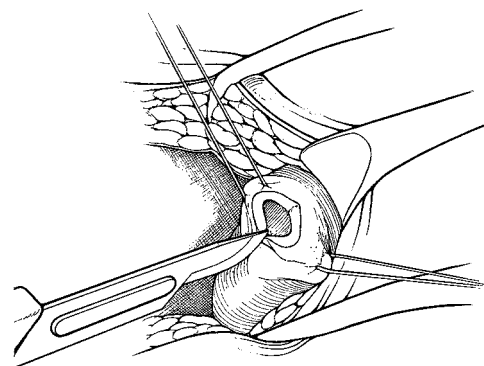

Abbildung 4-4. Korporotomie ausführen
6. Eine Inzision in einer der Corpora Cavernosa anbringen. (**Abbildung 4-4**).